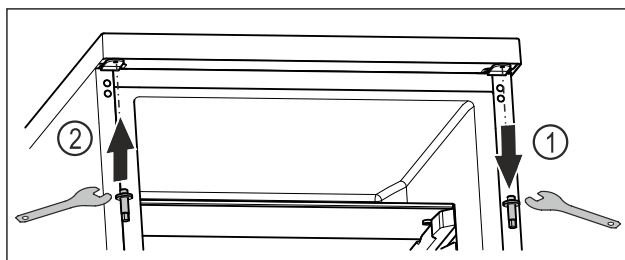

Fig. 15
- Skru ut den øvre bolten med utvendig sekskantnøkkel. Fig. 15 (1)
- Skru fast bolten med utvendig sekskantnøkkel på motsatt side. Fig. 15 (2)